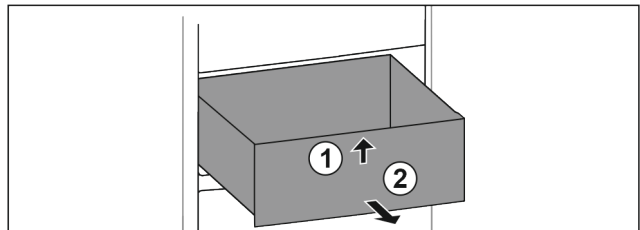

Fig. 38
- ▶ Soulever la partie avant du tiroir. Fig. 38 (1).
- ▶ Retirer le tiroir par l'avant. Fig. 38 (2)